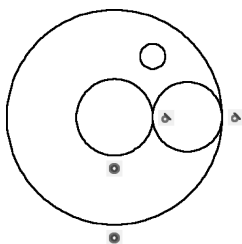

图 4-64 建立圆 3 与圆 2 的相切关系
(4) 采用同样的方法，使圆 3 与圆 2 建立相切几何约束，结果如图 4-64 所示。